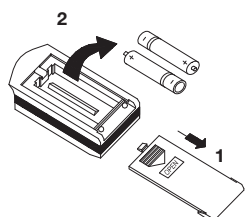

Рис. 5
- 1 Откройте крышку, нажав на знак  в направлении стрелки (рис. 5).